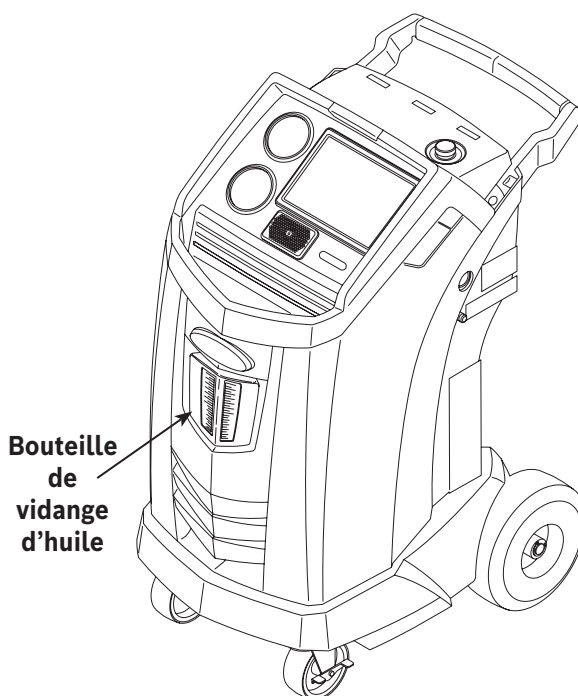

Figure 2
1. Videz la bouteille de vidange d'huile avant d'entamer une récupération. Retirez la bouteille de vidange d'huile de la machine en la tirant tout droit vers le bas—évitéz tout mouvement de rotation ou de basculement. Réinstallez la bouteille de vidange d'huile. Voir Figure 2.